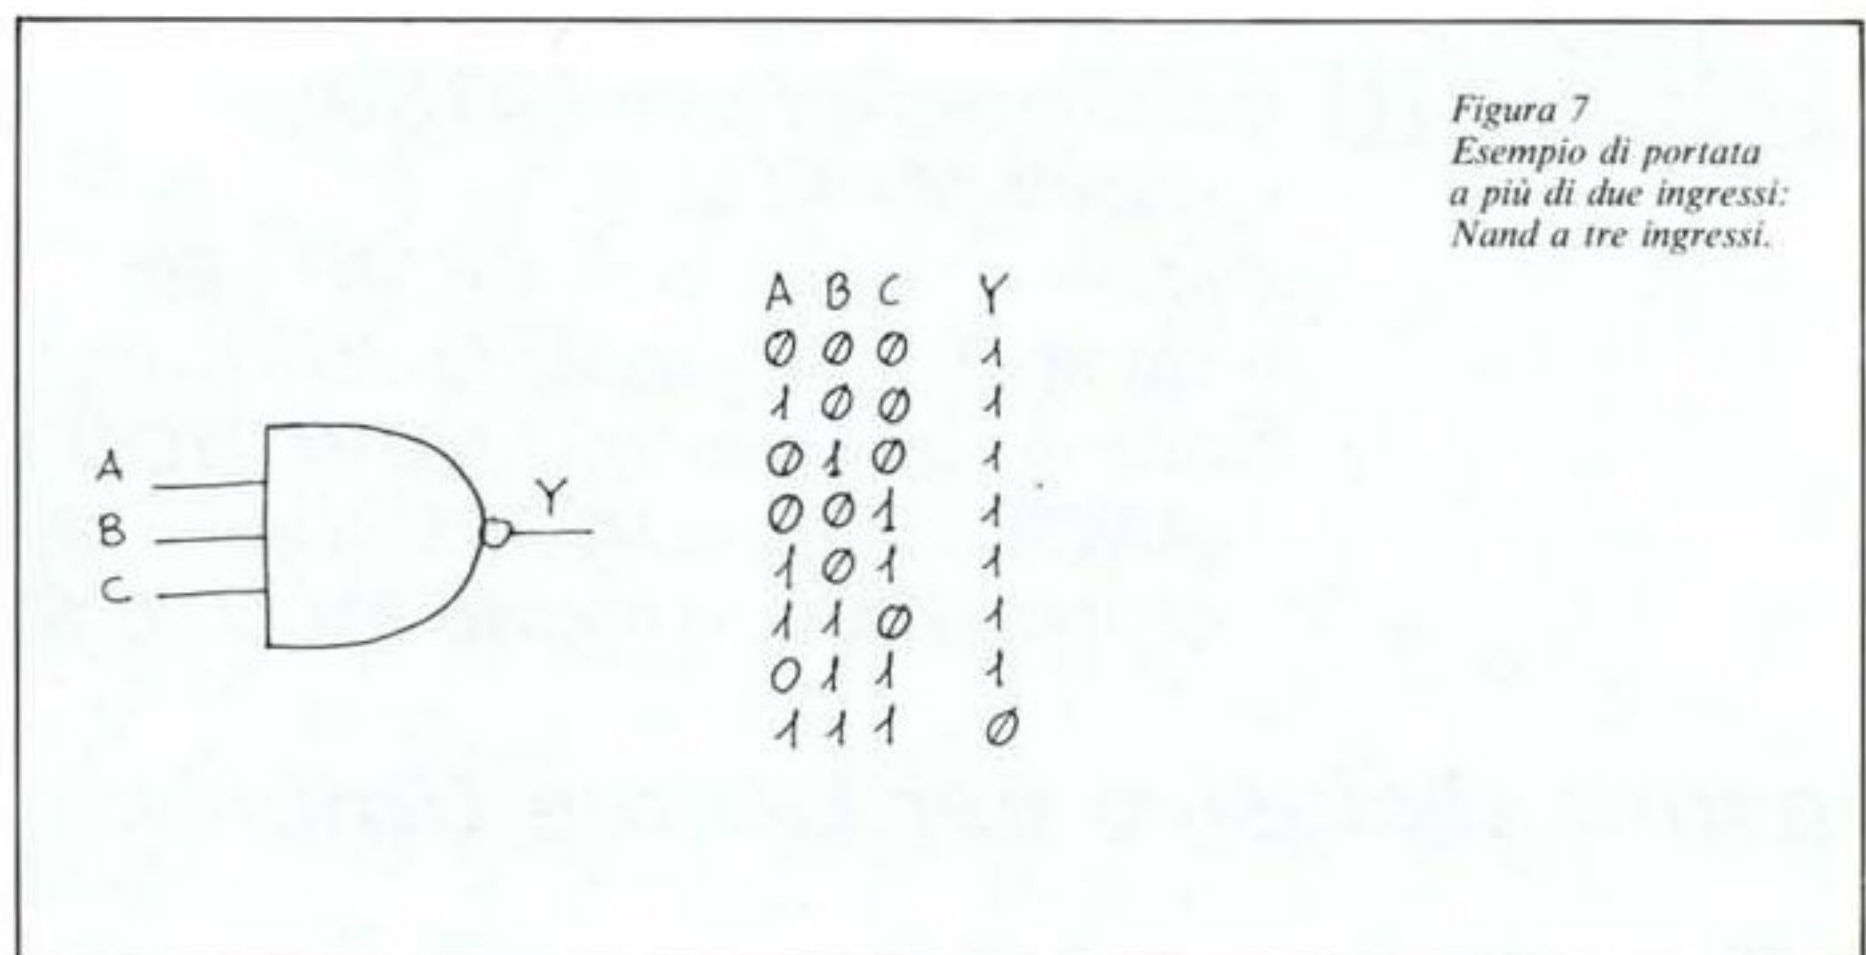

Figura 7
no di carattere generale nel senso che, ciascuna di esse, può operare su un numero illimitato di operandi (figura 7). L'operazione di And stabilisce che l'uscita è vera (1) solo se tutti gli ingressi sono veri. L'operazione di Nand afferma invece che l'uscita è vera solo fino a quando almeno uno degli ingressi è falso (0). Con l'Or, avremo un'uscita vera finché almeno uno degli ingressi sarà vero ed infine, con il Nor, l'uscita sarà vera solo se tutti gli ingressi sono falsi.